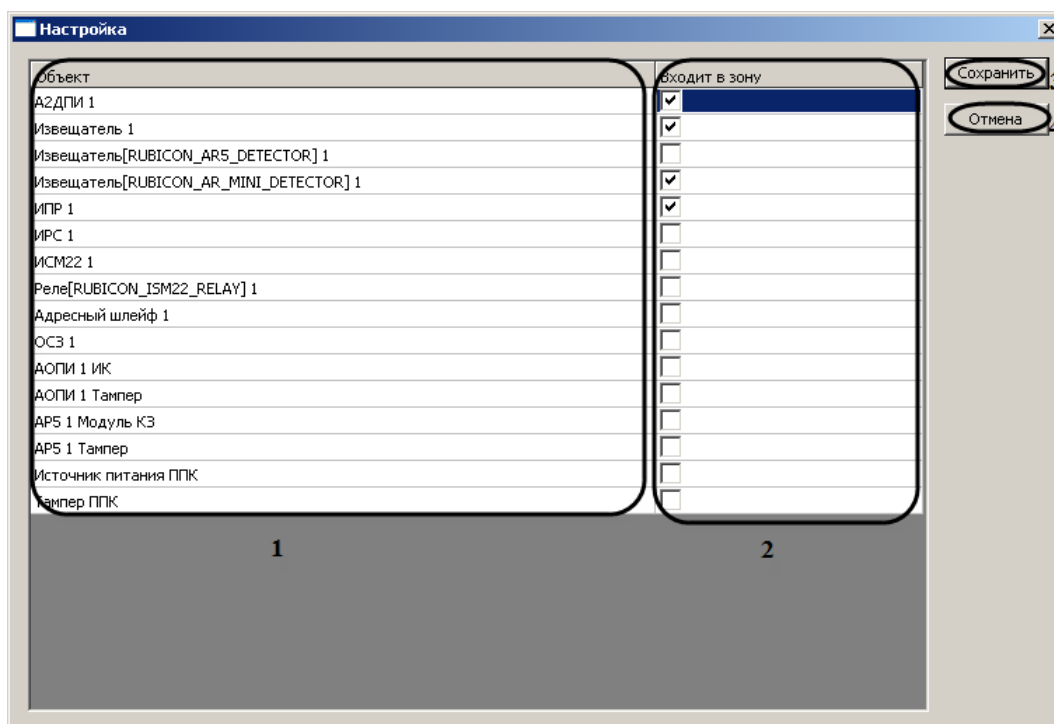

Рис. 3.7—6 Настройка связи объектов с областью
Примечание. В столбце **Объект** отображается список объектов, созданных в программном комплексе ACFA Intellect (см. Рис. 3.7—6, 1).
3. Для связи объектов с охранной зоной необходимо установить флажок в соответствующей ячейке столбца **Входит в зону** (см. Рис. 3.7—6, 2).